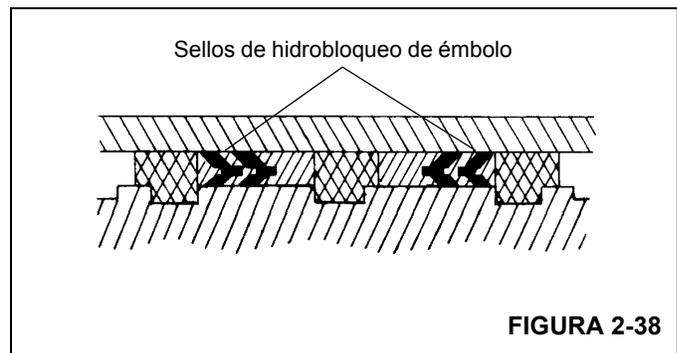

FIGURA 2-38
11. Instale los sellos de hidrobloqueo de repuesto en la parte exterior del émbolo Figura 2-38. Asegúrese que las partes en V de los dos sellos de hidrobloqueo apunten la una hacia la otra.